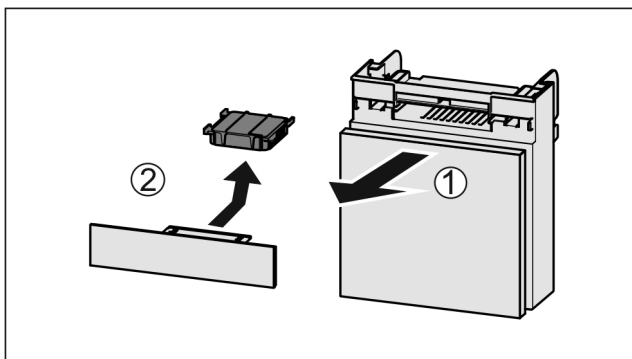

Fig. 46
- ▶ Вытянуть Fig. 46 (1) отделение движением вперед.
- ▶ Извлечение Fig. 46 (2) фильтра с активированным углем.